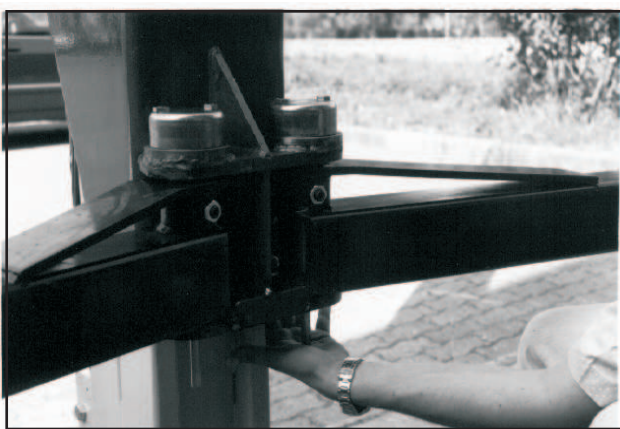

Fig.42 Abb.42
6 - Verificare il corretto funzionamento del dispositivo di bloccaggio bracci, premendo verso l'alto il perno spingimolla (1) e ruotando il braccio in uno dei 2 sensi, così che dopo una breve rotazione il perno ritorni nella sua posizione (Fig.42).
6-Check the arms blocking system works properly: push the spring thrusting pin (1) upwards, rotate the arm until the pin comes back to its position (fig. 42)
6 - Vérifier le fonctionnement correct du dispositif de blocage des bras en poussant vers le haut la tige poussoir (1) et en tournant le bras dans un sens ou dans l'autre. En relâchant la tige poussoir, le bras doit se bloquer après une faible rotation (Fig. 42).
6 -Comprobar el correcto funcionamiento del dispositivo de bloqueo de los brazos, empujando hacia arriba el perno para fijación resorte (1) y girar el brazo en cualquier dirección. Después de una breve rotación el perno volverá a su posición (fig. 42).